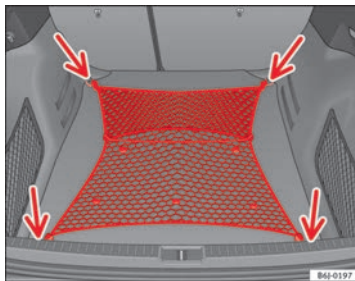

Abb. 95 Ausgespanntes Gepäcknetz
- Befestigen Sie das Gepäcknetz an den vier Verzurrösen -Pfeile- ⇒ Abb. 95.